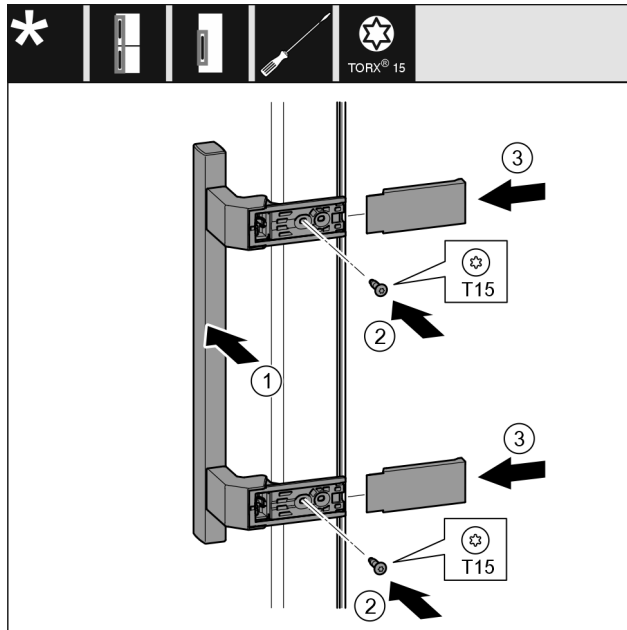

Fig. 20
- Držadlo Fig. 20 (1) nasadte na opačnú stranu.
- Pevne utiahnite skrutky Fig. 20 (2) skrutkovačom.
- Kryty Fig. 20 (3) nasadte a nasuňte z boku.